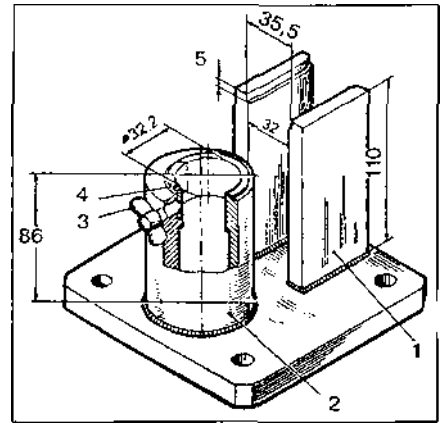

Рис. 4.2.18. Приспособление М9832-337 для сборки ведомого вала и установки ведущего и ведомого валов:
терню в приспособление (рис. 4.2.18) в вертикальное положение и зафиксировать зажимом, установить детали четвертой, третьей и первой передач на вал в порядке, обратном разборке. При этом муфту установить так, чтобы проточка по наружному диаметру находилась со стороны ведомой шестерни второй передачи.
- Установить одновременно в вертикальном положении ведущий и собранный ведомый вал - шестерню в приспособлении М9832-337 (рис. 4.2.18).